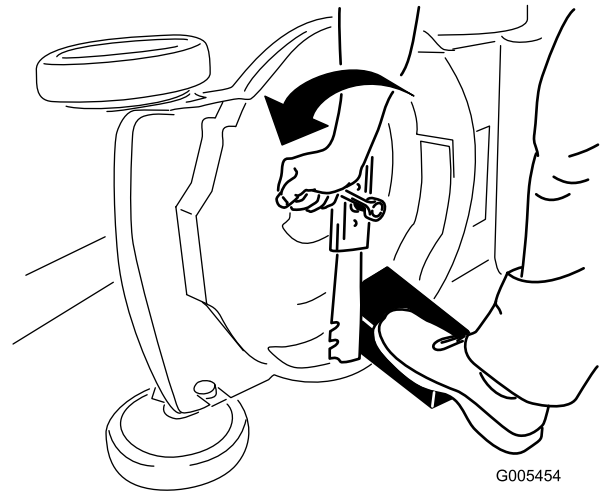

Figure 29
4. Déposez la lame mais ne jetez pas les fixations (Figure 29).